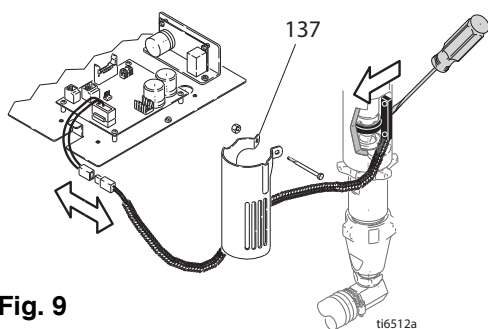

Fig. 9
- 1 Fig. 9. Débranchez le compteur en gallons à l'arrière de la régulation de pression et sur le moteur.
- 2 Enlevez le carter (137) et le contact en ampoule du moteur hydraulique.
- 3 Montez un contact en ampoule et un carter (137) neufs sur le moteur hydraulique.
- 4 Fig. 9. Rebranchez le câble du compteur en gallons sur l'arrière de la régulation de pression et sur le moteur.